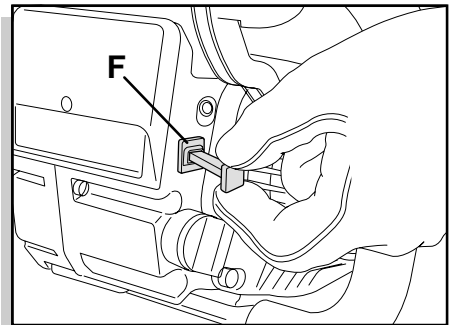

fig. 8
- Puxe o botão do ar F para a posição “CHOKE” (fig. 8).